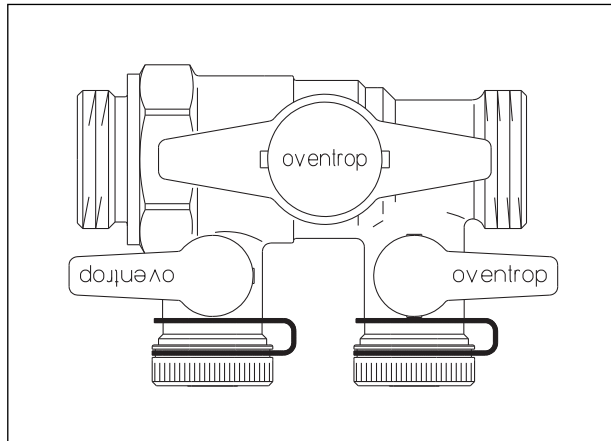

Fig. 6: Ensemble de remplissage et de rinçage, réf. OV 136 30 51
- Ensemble de remplissage et de rinçage pour montage au point le plus bas du circuit solaire (voir fig. 6)